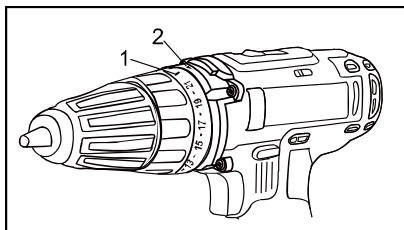

Рис. 3
Обертайте кільце (Рис. 3) до суміщення необхідної цифри зі стрілкою (2) Для правильної установки використовуйте таблицю нижче.